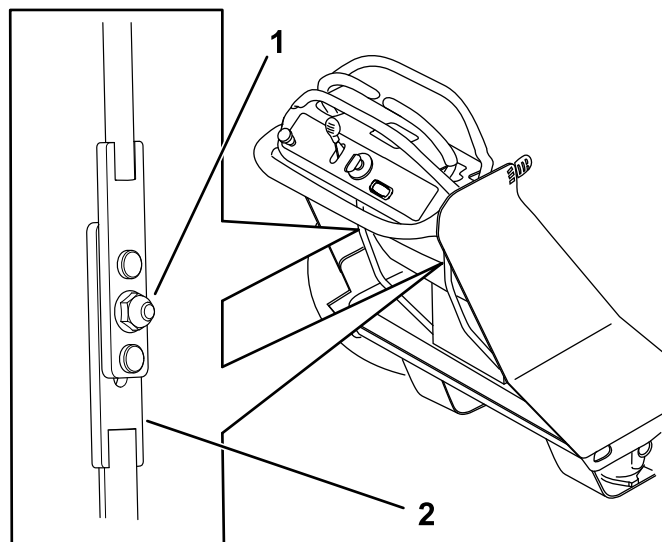

Figure 45
4. Desserrez l'écrou de la tige de commande (Figure 45).
6. Pour trouver la position point mort, montez ou descendez la tige de commande inférieure jusqu'à ce que les roues cessent de tourner (Figure 45).
7. Serrez l'écrou (Figure 45).
3. Tournez la vis de réglage comme montré à la Figure 45 pour augmenter ou réduire la vitesse pour ce levier.